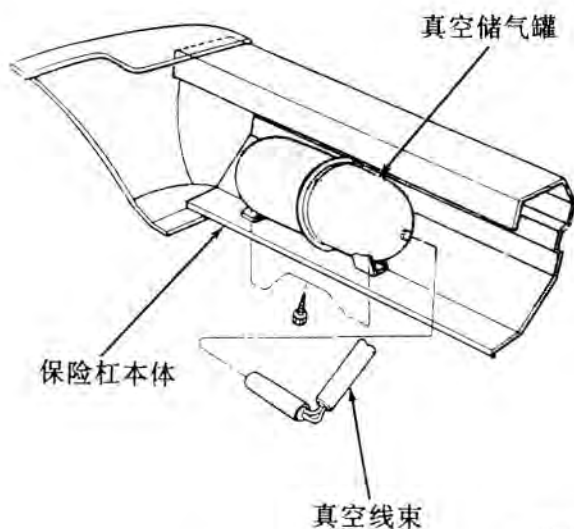
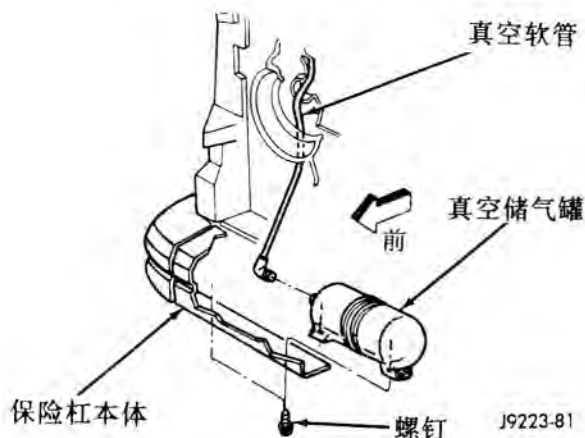
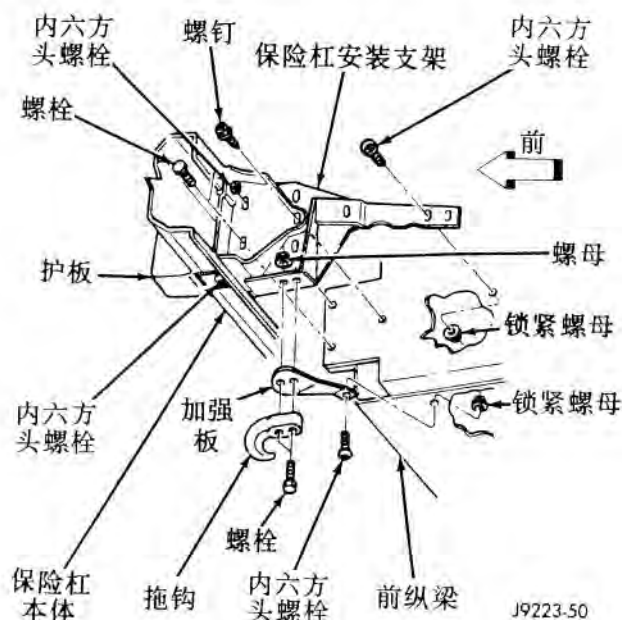
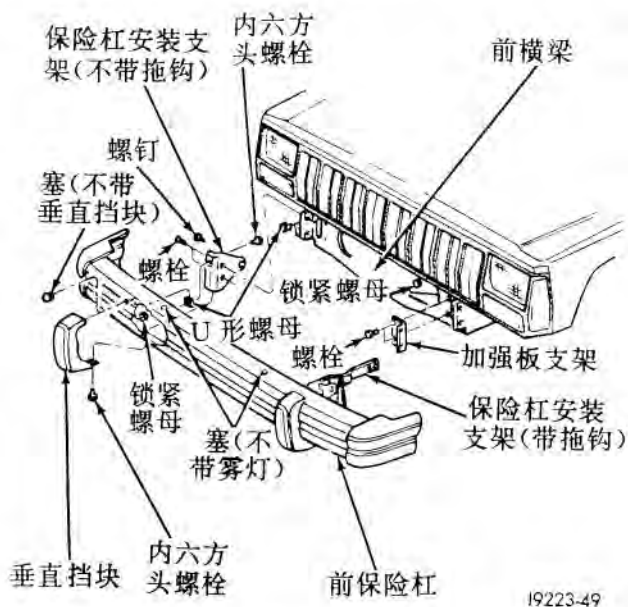

图 2 真空储气罐 — 左侧
图 3 真空储气罐 — 右侧带速度控制
图4 拖钩及加强板
图5 前保险杠的拆装
(3) 摘下真空储气罐线束接头(图 2, 图 3)。
(4) 将拖钩加强板与前纵梁安装用的防松螺母及内六角头螺栓松下(图 4)。
(5) 将拖钩加强板由前纵梁上拆下(图 4)。
(6) 支住保险杠。
(7) 松下保险杠安装支架与左、右纵梁(图 5) 安装用的螺栓。
(8) 取下支撑并从汽车上取下保险杠(图5)。
(9) 将拖钩与保险杠安装支架连接用的螺栓及螺母松下(图4)
(13) 如果需要, 将真空储气罐从保险杠本体上卸下 (图 2 和图 3)。
(3) 如果不安装保险杠垂直挡块, 将保险杠安装支架装到保险杠本体上。以 56 牛·米 (41 磅英尺) 的拧紧扭矩拧紧安装螺栓。
(4) 如果安装拖钩, 用螺栓和螺母将其安装到保险杠安装支架上 (图 4)。以 100 牛·米 (74 磅英尺) 的拧紧扭矩拧紧安装螺母。
(8) 将真空储气罐安装到保险杠本体上 (图 2 和图 3)。以 8 牛·米 (72 磅英寸) 的拧紧扭矩拧紧螺钉和螺栓。
(9) 将保险杠放在车前端摆好并支撑住。
(10) 将两个保险杠安装支架 (图 5) 分别与左、右纵梁和左、右加强板支架安装到一起。以 56 牛·米 (41 磅英尺) 的拧紧扭矩拧紧螺钉及螺栓。
(11) 用内六角头螺栓和锁紧螺母将拖钩加强板安装到前纵梁上 (图 4)。锁紧螺母的拧
(13) 接好真空储气罐接头 (图 2 和图 3)。
(14) 拆下保险杠安装支撑物。
如果必须拆下或为方便维修需拆下前拖钩, 应松下安装在保险杠安装支架上的螺栓及螺母 (图 4)。在安装拖钩时, 需用 100 牛·米 (74 磅·英尺) 的拧紧扭矩拧紧螺母。
(2) 拔下真空储气罐线束插头 (图 2 和图 3)。
(3) 支撑住保险杠。
(4) 松下保险杠安装支架与左、右纵梁连接的两个螺栓 (图 5)。
(5) 松下拖钩加强板与前纵梁安装的防松螺母和内六方螺栓 (图 4)。
(6) 由前纵梁上拆下拖钩加强板 (图 4)。
(7) 将支撑及保险杠从汽车上卸下 (图 5)。
(8) 松下拖钩与保险杠安装支架连接螺母和螺栓 (图 4)。
(9) 由保险杠安装支架上取下拖钩 (图 4)。
(3) 将拖钩孔与保险杠安装支架上的孔对好, 然后将连接用的螺栓穿好, 带上螺母 (图 4), 以 100 牛·米 (74 磅·英尺) 的拧紧扭矩拧紧螺母。
(4) 将保险杠放在汽车前端摆好并支撑住。
(5) 将两个保险杠安装支架分别装于左、右纵梁和左、右加强板支架上, 以 56 牛·米 (41 磅·英尺) 的拧紧扭矩拧紧螺钉和螺栓。
(6) 将拖钩加强板与前纵梁 (图 4) 连接用的内六方头螺栓和锁紧螺母装上, 并以 30 牛·米 (22 磅·英尺) 的拧紧扭矩将锁紧螺母拧紧。
(7) 将雾灯线束插头插好 (图 1), 并接上真空储气罐接头 (图 2 和图 3)。